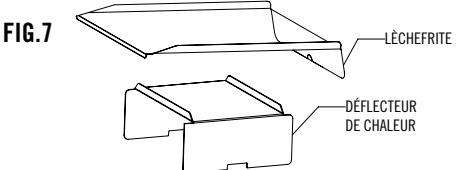

FIG. 7
1. Monter le déflecteur de chaleur et la lèchefrite comme indiqué aux Fig 7 et 8.